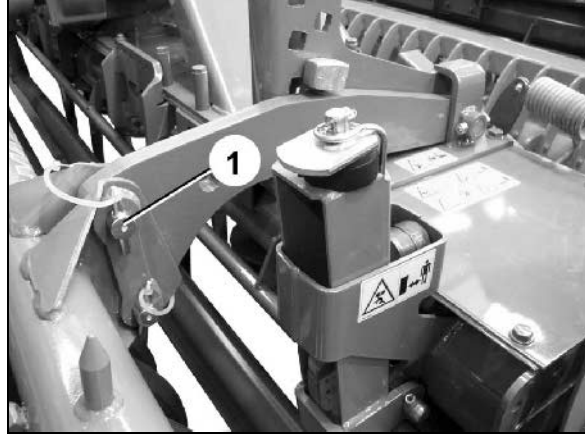

Fig. 32
- Üst pimler (Fig. 32/1), kombinasyon askılı ekim makinası ile donatılır donatılmaz ve askılı ekim makinası zemin işleme makinasına ve merdaneye sabitlenir sabitlenmez çıkartılmalıdır.